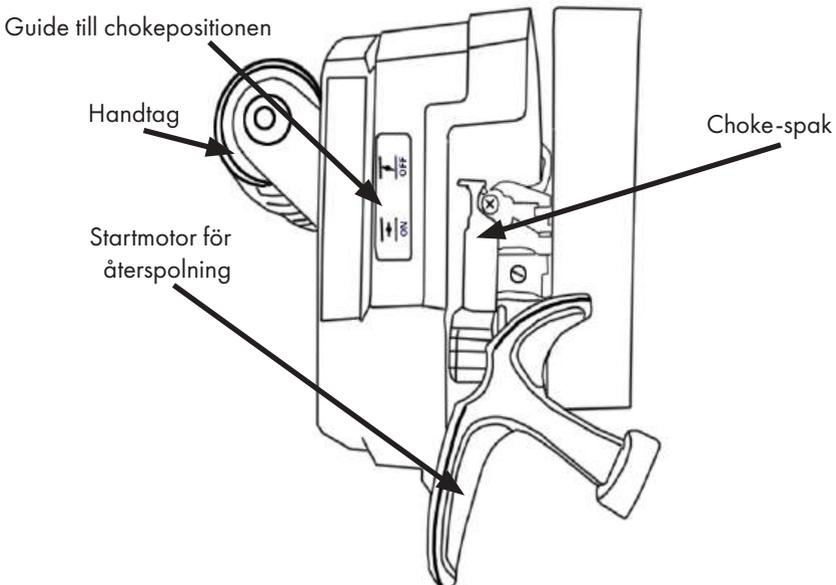

Bild 8
2. För chokereglaget till stängt läge för att strypa luften och öka bränsletillförseln. Se bild 8 för information om gasreglets läge.